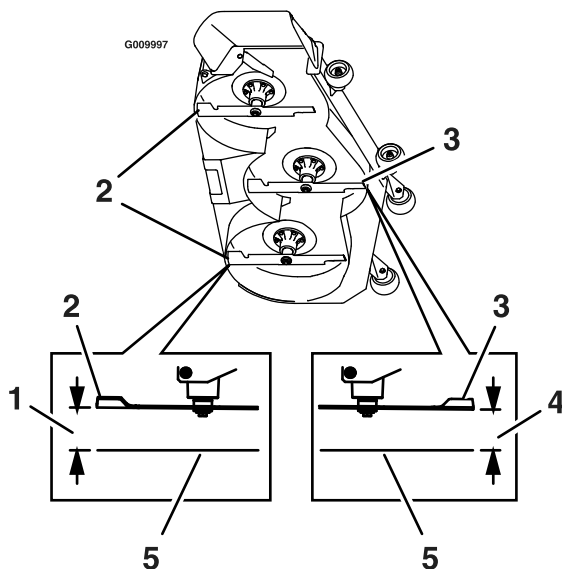

Bild 81
8. Messen Sie den Abstand zwischen dem Boden (ebene Fläche) bis zur vorderen Spitze des mittleren Messers (Bild 81).